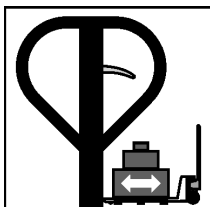

Fig. 8 – Transportando la carga
- b. Coloque la palanca en el centro para transportar la carga, de acuerdo con la fig. 8;